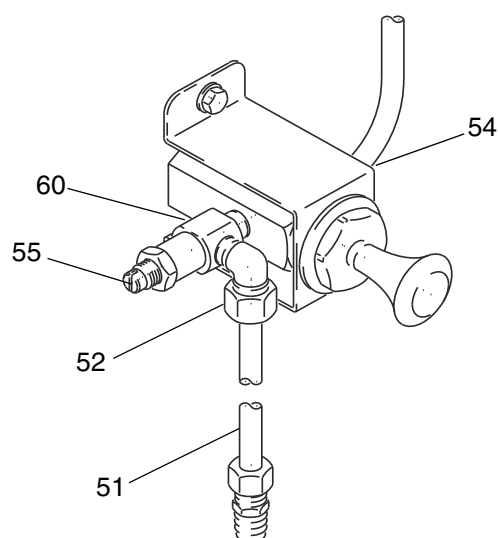

FIG. 5
Schroef het reductieventiel (55) in het druk-en-trekventiel (60) zoals afgebeeld in FIG. 5. Installeer het ventiel met de montagesteun (54) op een prettig werkbare hoogte op de wand. Sluit de hoofdluchttoevoer aan op het ventiel. Schroef het kniestuk (52) in de 1/8 npt(f)-inlaat van het reductieventiel. Druk één uiteinde van de koperen buis (51) in het kniestuk en draai de fitting aan. Schroef de rechte fitting (53) in het draagvlak (17) van de lift. Duw het andere uiteinde van de koperen buis (51) in deze fitting en draai de fitting aan.